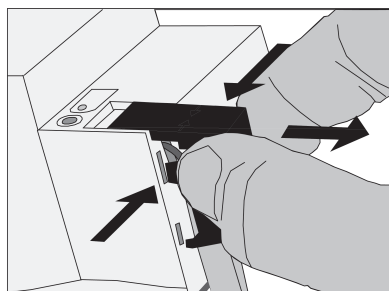

Figura 5: Retirar la tapa
- Presionar la tapa lateralmente y tirar (véase figura 5).